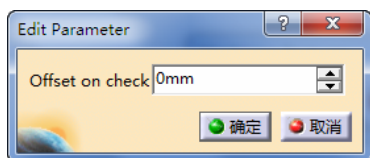

图 5-16 定义检查余量 (1)
● 定义检查余量 (1)。双击“Offset on check”，弹出“Edit Parameter”对话框，可设置余量大小为“0mm”，如图 5-16 所示。